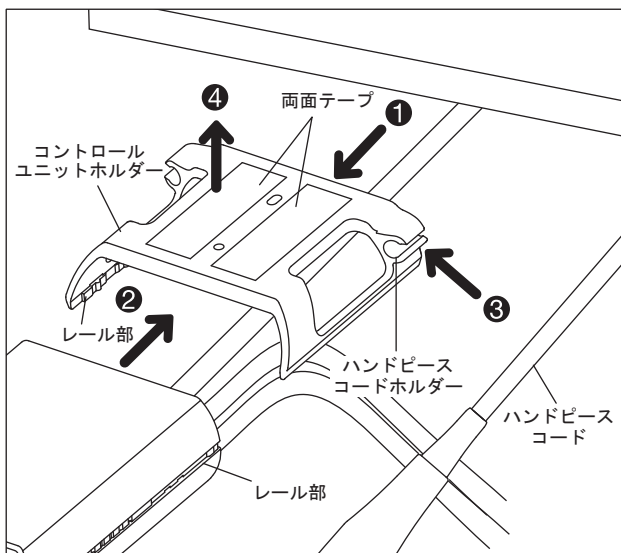

図 4
3-5 コントロールユニットホルダーの取り付け (図 4)
- 1) 両面テープをコントロールユニットホルダーの平らな面 (図 4 参照) に貼り付けます。(①)
- 2) コントロールユニットとホルダーのレール部をあわせ、本体をホルダーに取り付けます。(②)
- 3) ハンドピースコードをハンドピースコードホルダーに押し込みます。(③)
- 4) 両面テープのカバーをはがし、接着面をテーブル又はトレイの下に取り付けます。(④)